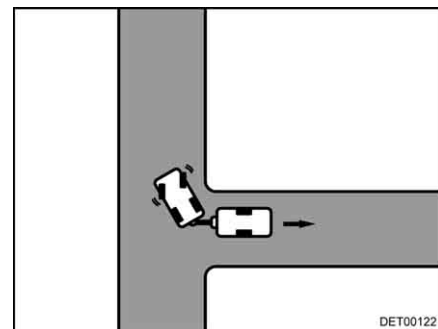

Fig. 15 Braquer à droite
- Braquer à droite et avancer prudemment en marche arrière (Fig. 15).